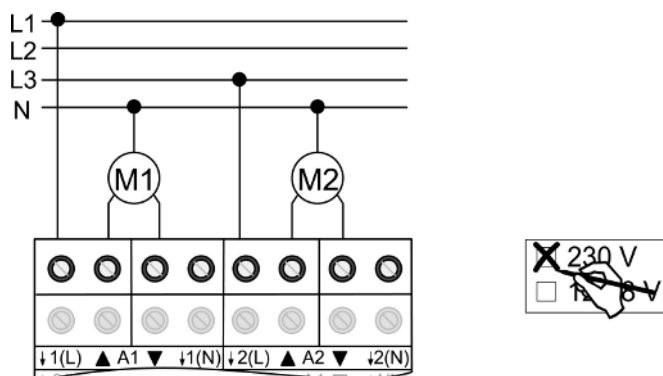

Figura 5: Collegamento del motore senza rilevamento automatico del tempo di movimento
- Collegare i motori (Vedi figura 5).
- Indicare l'impiego 230 V sull'etichetta (Vedi figura 5).
- i** Il collegamento dei conduttori N (14) servono solo per il rilevamento del tempo di movimento e non offrono potenziale N.